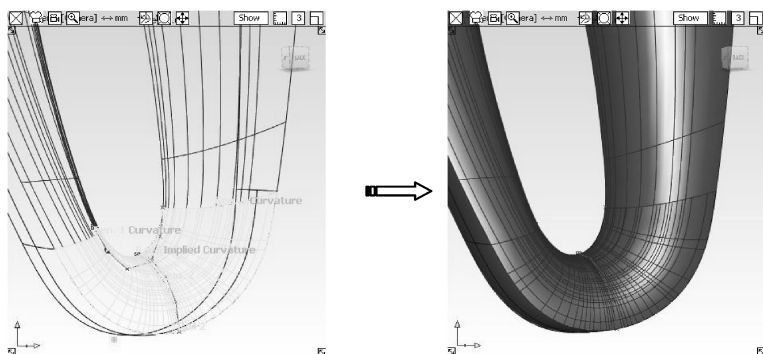

图 9-36 创建扫掠曲面
- 38 选择【Rail Surface】工具，以三条轮廓曲线、两条路径曲线创建扫掠曲面，补完最后的曲面，如图 9-36 所示。